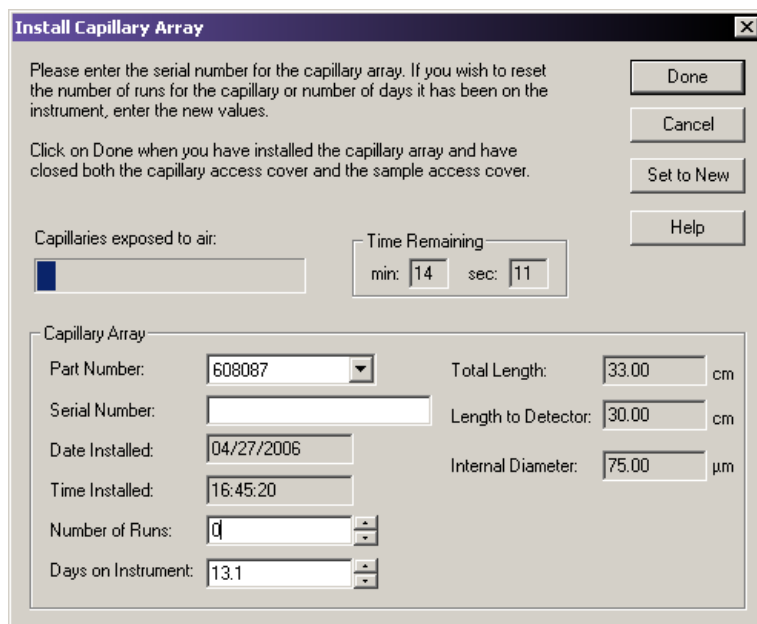

图 9.6 安装毛细管阵列对话框
20. 在 Install Capillary Array (安装毛细管阵列) 对话框 (图 9.6) 中, 单击 **Done** (完成)。